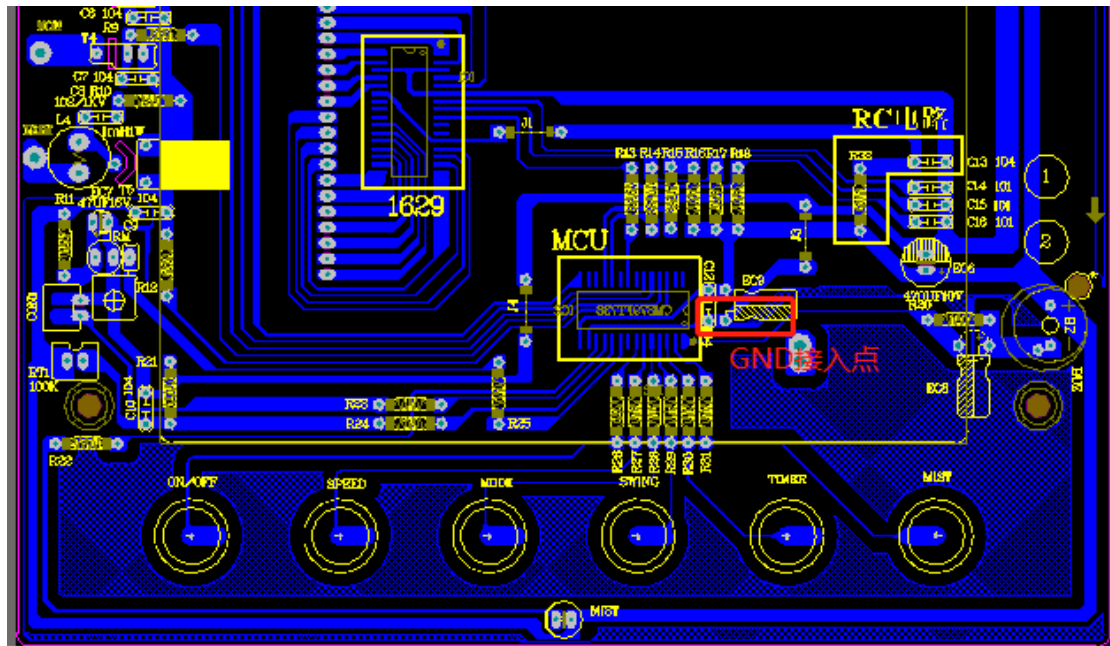

图 19
2) GND 覆铜采用“单点铺地”的方法，其接入点应为芯片的滤波电容到前一级电路的滤波电容之间的 GND。如图 19、20 所示：